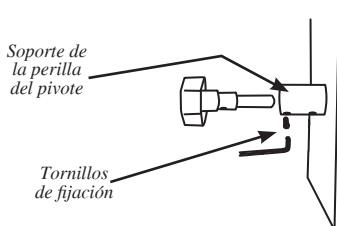

FIGURA 5
10. Ajuste el segundo tornillo de fijación debajo del soporte de la perilla del pivote hasta que no gire más (asegúrese de que el tornillo de fijación coincida con la muesca del eje de la perilla del pivote). Afloje el tornillo de fijación $\frac{1}{2}$ giro para que la perilla del pivote gire libremente (**FIGURA 5**).